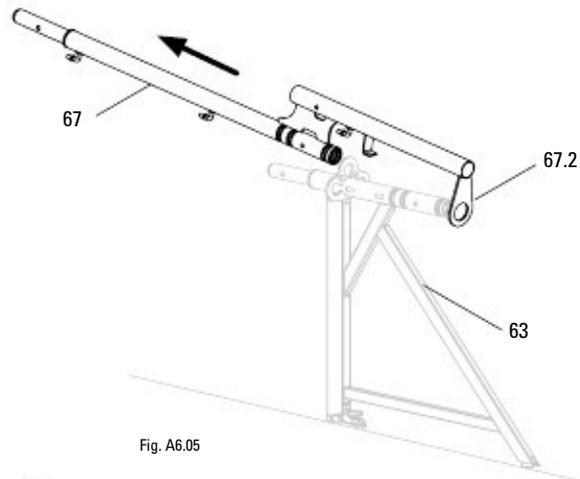

Fig. A6.05
1. Плъзнете халката (67.2) на стойката на панела EPS (67) върху долния край на тръбата на конзолата (63). (Fig. A6.05)